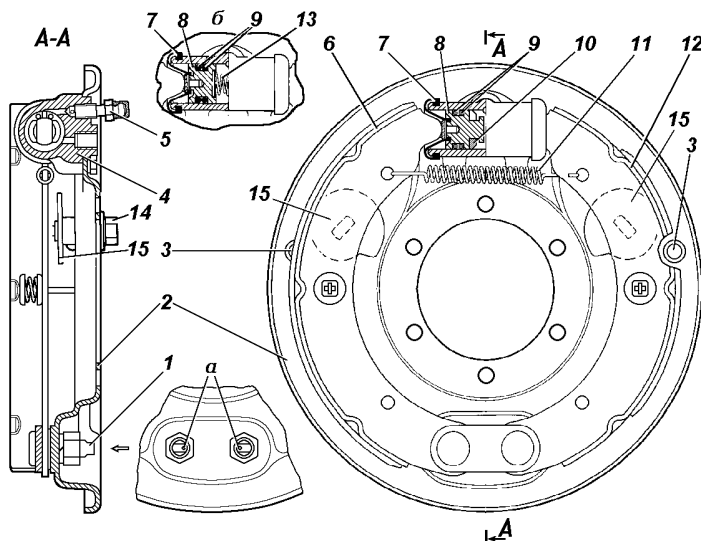
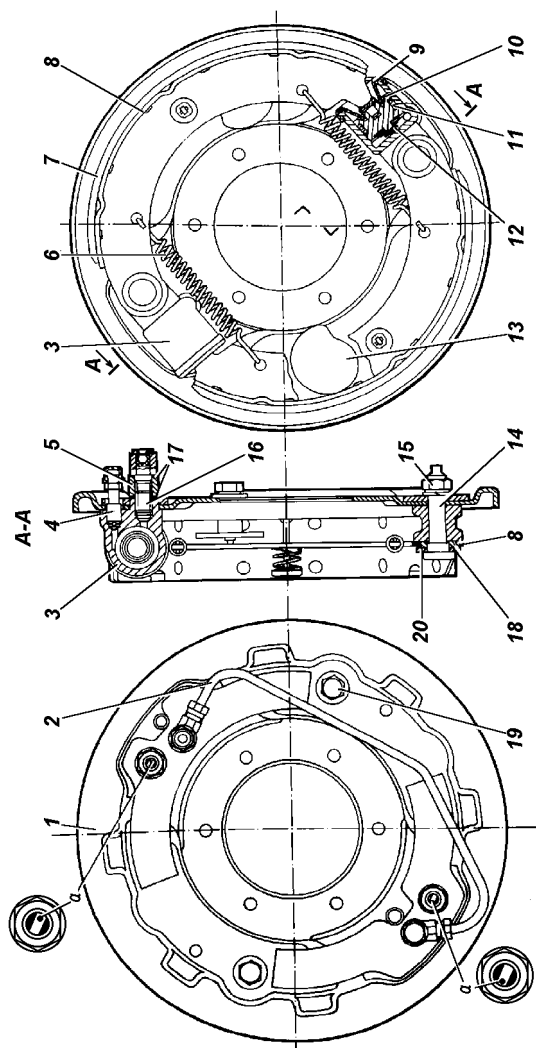

Рис. 9.54. Тормоз заднего колеса:
Рис. 9.55. Тормоз переднего колеса (для мостов, приведенных на рис. 9.44):
Барабанные тормозные механизмы задних колес (рис. 9.54) и барабанные тормозные механизмы передних колес (рис. 9.55).
2. Вращайте колесо постепенно и поворачивайте болт 14 (см. рис. 9.54) или 19 (см. рис. 9.55) регулировочного эксцентрика до тех пор, пока колесо не затормозится.